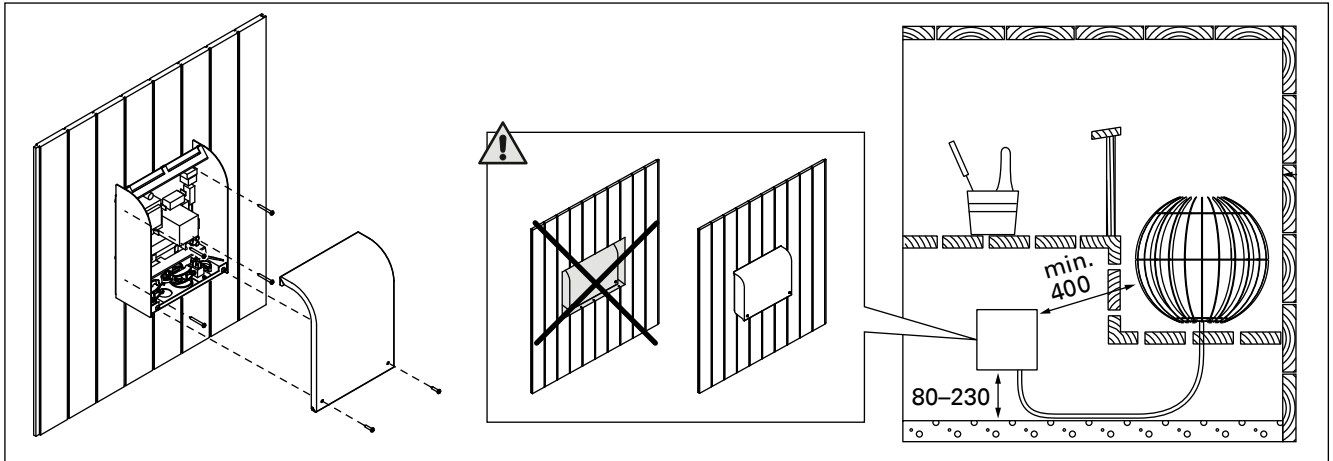

Рисунок 8. Установка блока питания (все размеры приведены в миллиметрах)
**Внимание! Блок питания нельзя утапливать в стену или устанавливать его заподлицо, так как это может вызвать перегрев внутренних компонентов блока и привести к поломке устройства. См. рис. 8.**